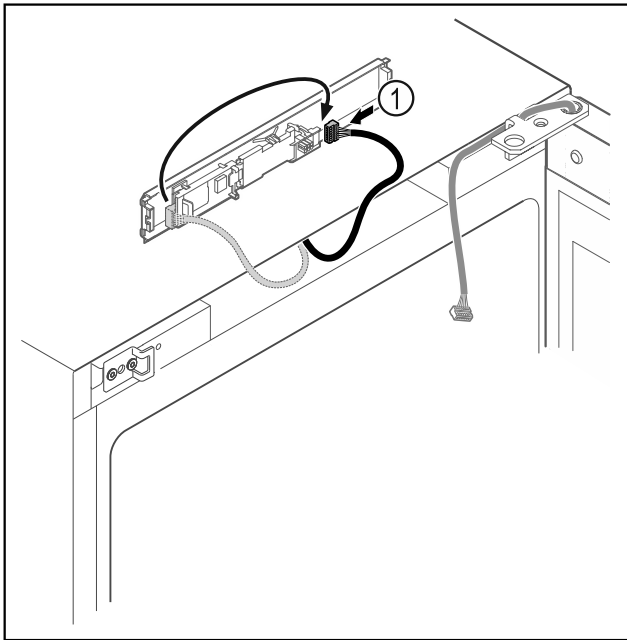

Fig. 11
- ▶ Переставити штекер Fig. 11 (1) на плиті.